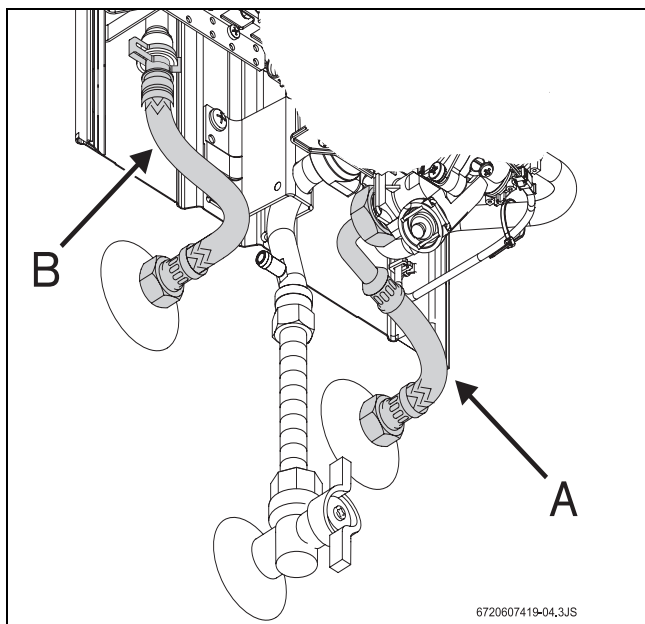

Fig. 12 Ligação da água
- ▶ Identificar a tubagem de água fria (Fig. 12, pos. A) e de água quente (Fig. 12, pos. B), de forma a evitar uma possível troca.